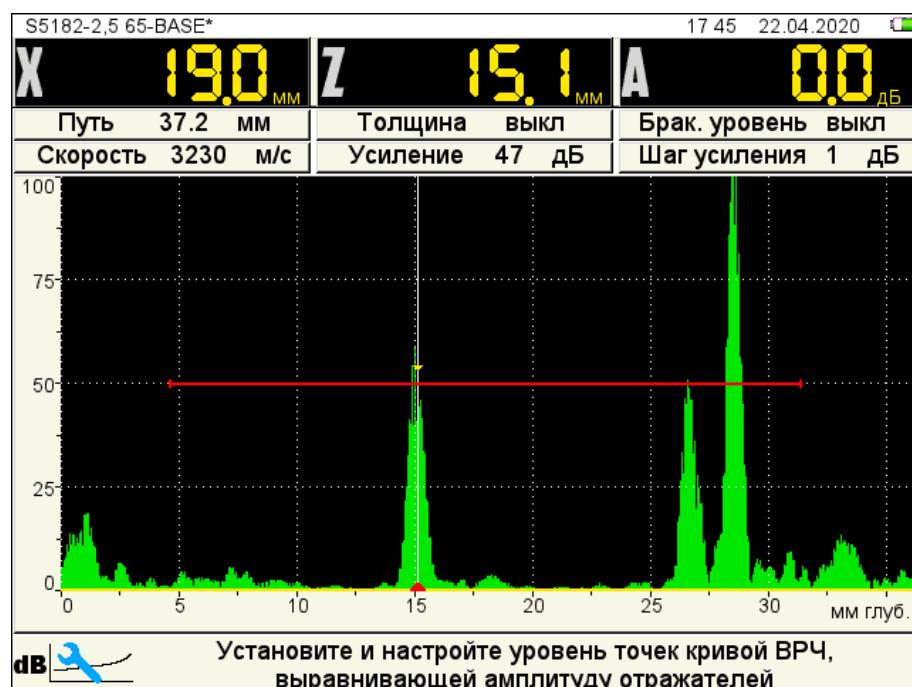

Рисунок 53
- установить измерительный курсор на первый отражатель и клавишей установить узловую точку (рисунок 53);